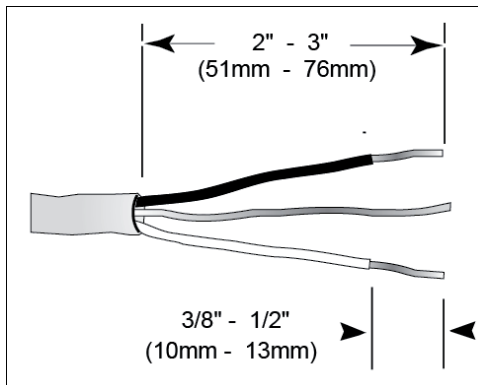
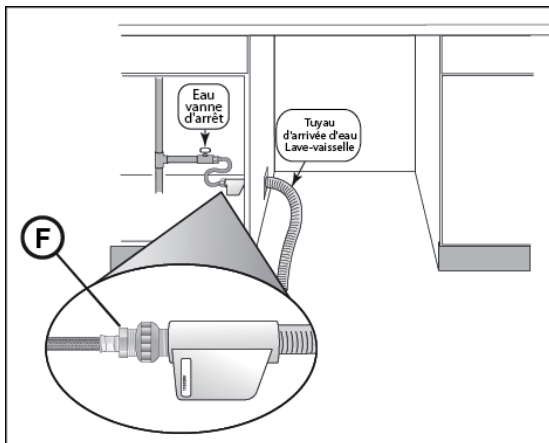

Figure 7
Figure 8
2. Enlever 2 à 3 po (51 à 76 mm) de la gaine extérieure du câble d'alimentation résidentiel ou in-situ comme indiqué sur la **Figure 8**. Enlever 3/8 à 1/2 po (10 à 13 mm) de l'isolant de chaque fil comme indiqué sur la **Figure 7**.
3. Introduire le fil de cuivre dénudé ou vert (mise à la terre) sur le conducteur de terre « G » du bloc de bornes et visser solidement la vis du bornier (voir **Figure 7**).
REMARQUE : l'extrémité du tuyau d'alimentation du lave-vaisselle est lourde et doit être supportée. Il convient de déposer l'extrémité du tuyau sur le plancher de l'armoire comme indiqué sur la Figure 8.